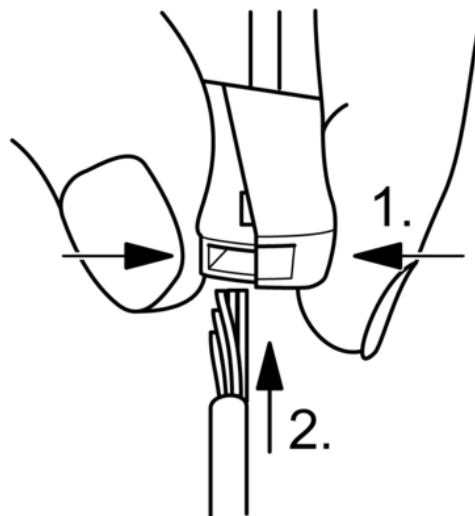

Bild 7: Anschluss des feindrahtigen Leiters
- Klemme auf der Seite mit der eckigen Öffnung zusammendrücken und feindrahtigen Leiter anschließen (Bild 7).